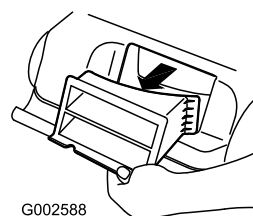

Figura 25
5. Togliete il coperchio di scarico posteriore (Figura 25).